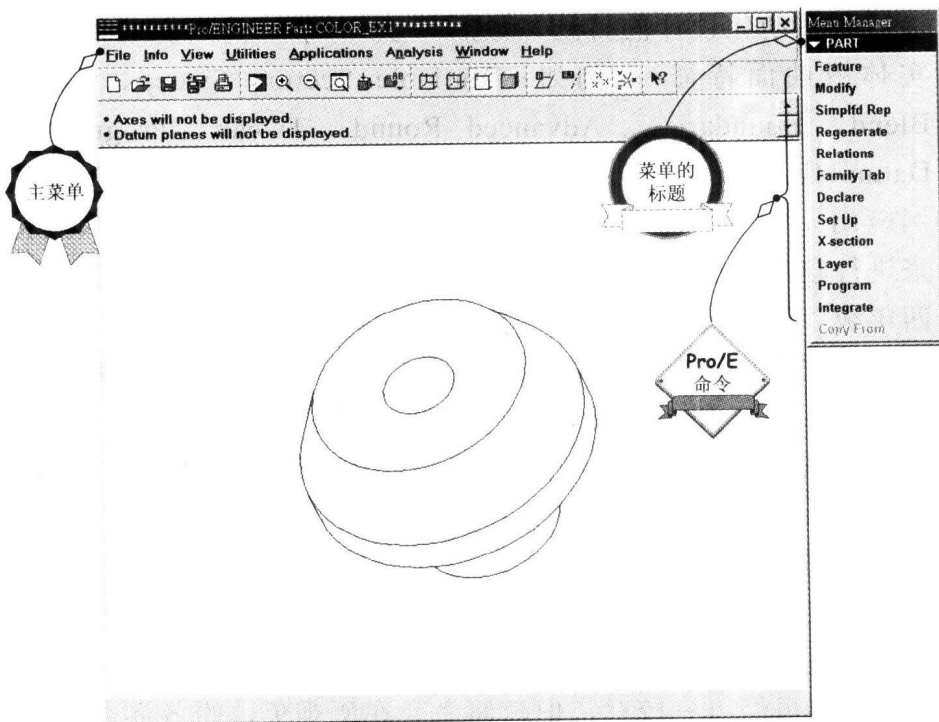

图 1
1. 粗体、斜体、小写字 (例如: ***File*** / Open 的 ***File***): 主菜单 (见图 1)。
2. 粗体、斜体、大写字 (例如: ***PART***/Feature 的 ***PART***): 菜单的标题 (见图 1)。
3. 正体字 (例如: ***PART***/Feature 的 Feature): Pro/ENGINEER 命令 (见图 1)。